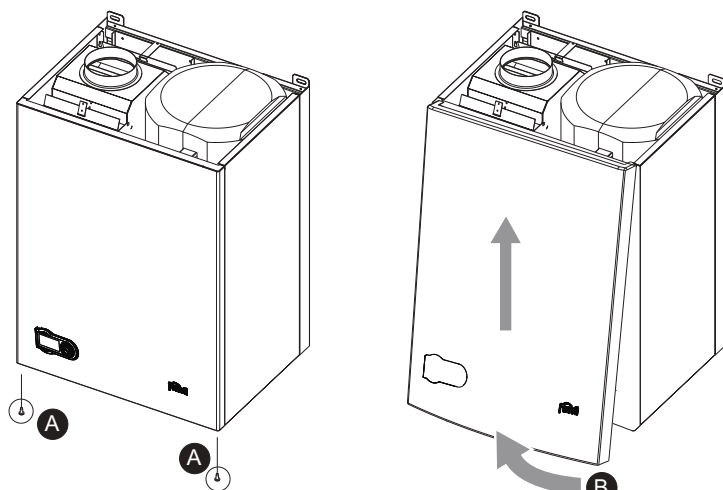

рис. 21 - Демонтаж кожуха
1. Отвинтите винты "А" (см. рис. 21).
2. Поверните кожух (см. рис. 21).